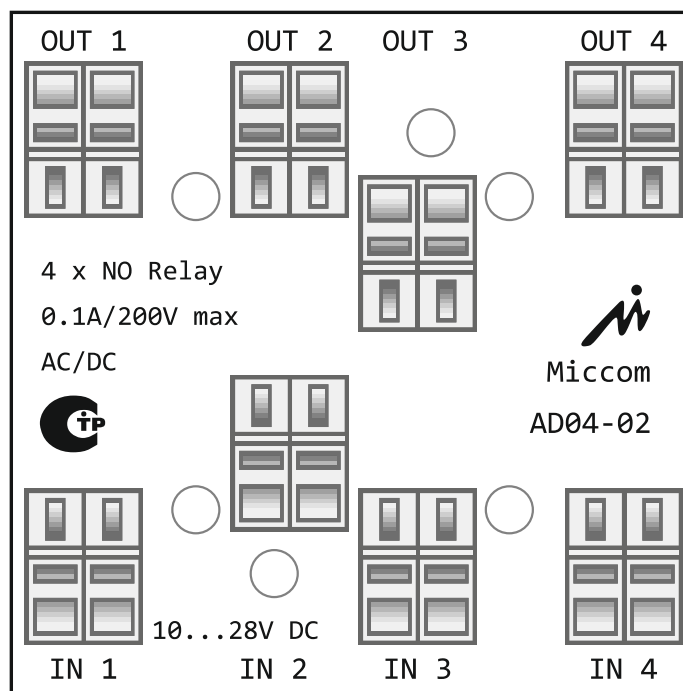

Рис. 3.1.
3.1. Расположение выводов адаптера **AD04** представлено на рис.3.1.